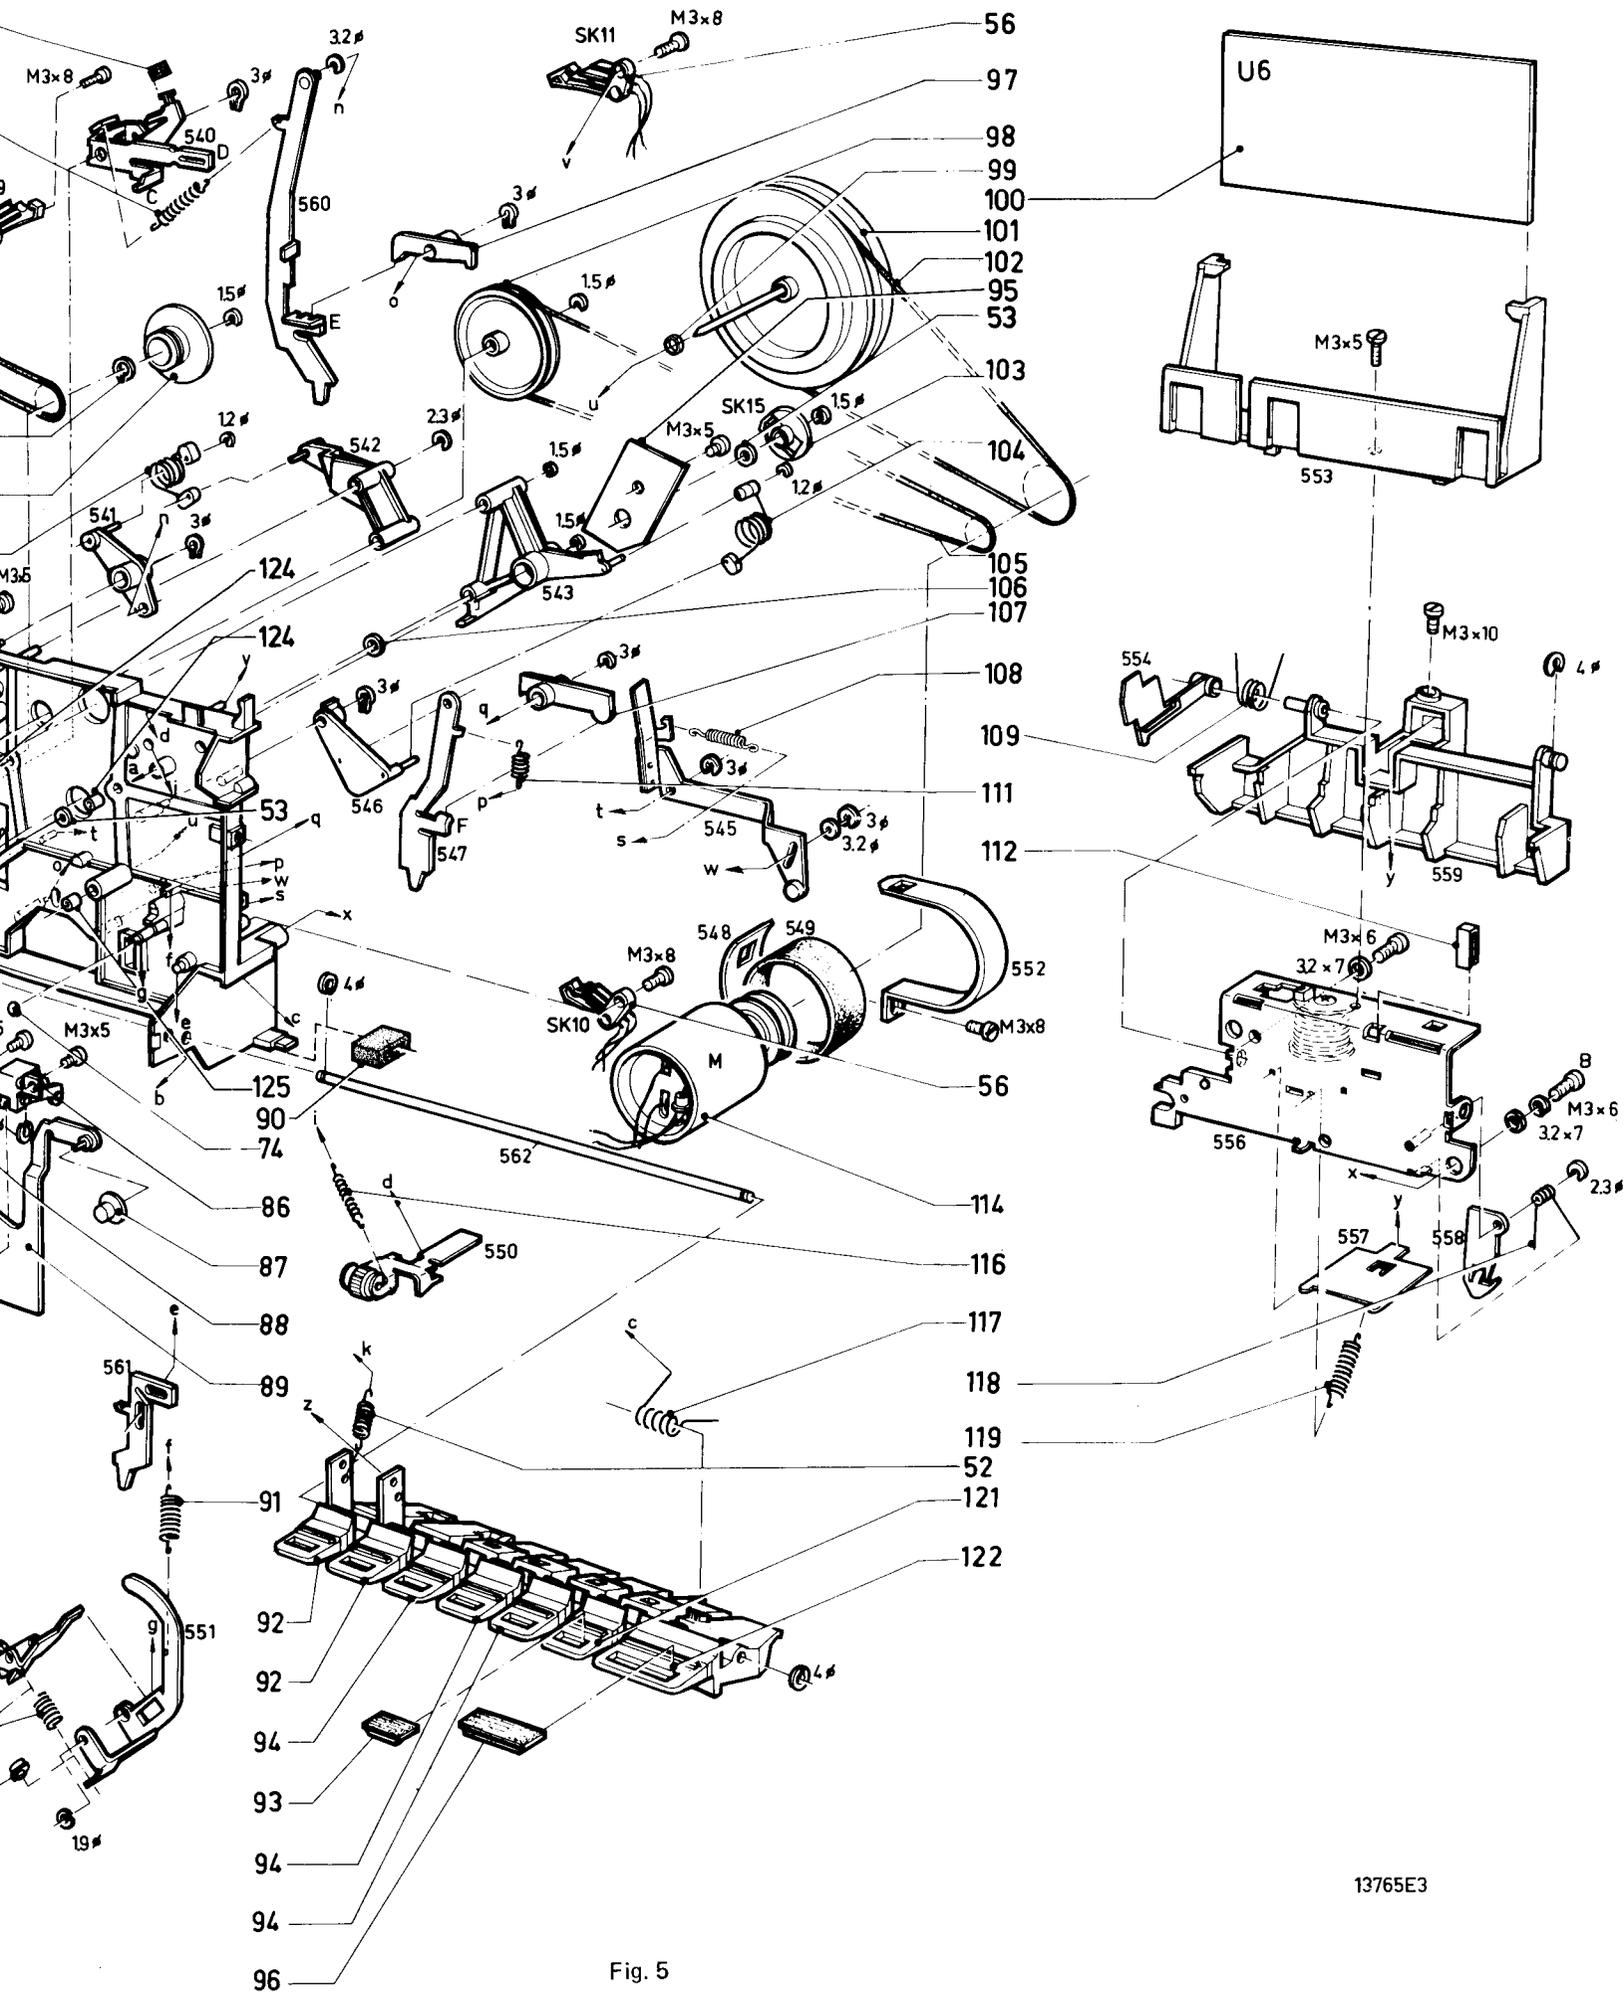

Fig. 5
c. Höhe des Löschkopfes K2 (Abb. 5)